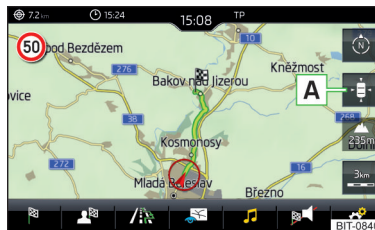

Fig. 224
► Para el **centrado del mapa**, pulsar la superficie funcional **A** » fig. 224.